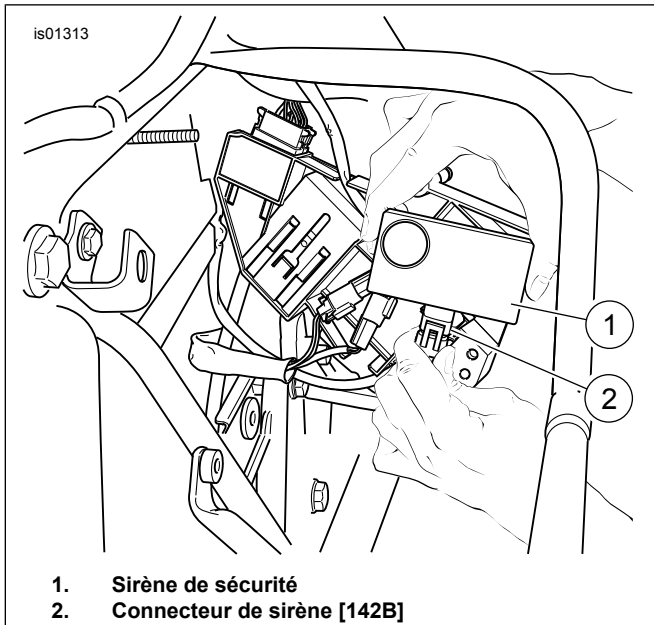

Figure 15. Connecteur de sirène (Touring 2002-2007)
6. Voir la Figure 15. Insérer le connecteur de la sirène de sécurité [142B] (2) dans le réceptacle du boîtier de la sirène jusqu'à ce que le connecteur se fixe adéquatement